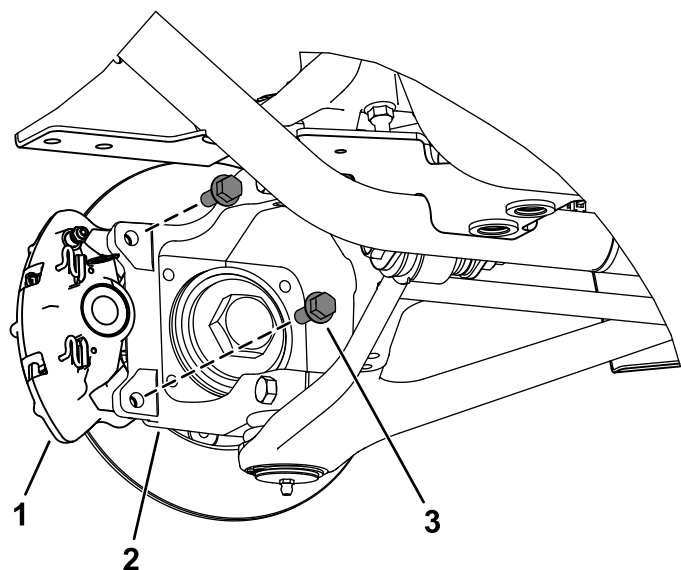

Figura 4
4. Retire os parafusos de cabeça flangeada (3/8 x 1 pol.) que prendem o conjunto da maxila do travão à manga do eixo (frente da máquina) e eixo (traseira da máquina) e retire o conjunto da maxila do travão (Figura 4).